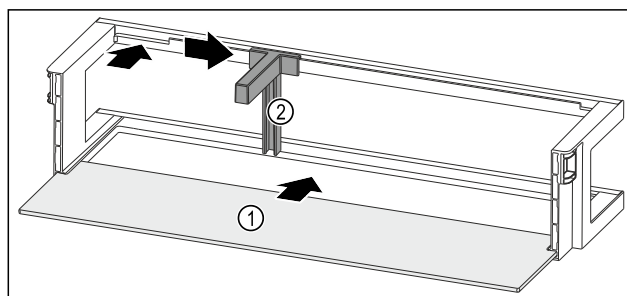

Fig. 273 Rafti i derës me raft mbajtës
- Futni raftin mbajtës Fig. 273 (1) në fole të anësore.
- Vendosni mbajtësen e shisheve Fig. 273 (2) te foleja.
- Shtyni anash mbajtësen e shisheve Fig. 273 (2) në pozicionin që dëshironi.